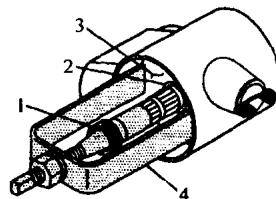

图 1-6 拆卸轴锁挡圈
- 7) 用专用工具 J-23653-C 卸下轴锁挡圈并将其扔掉(见图 1-6)。